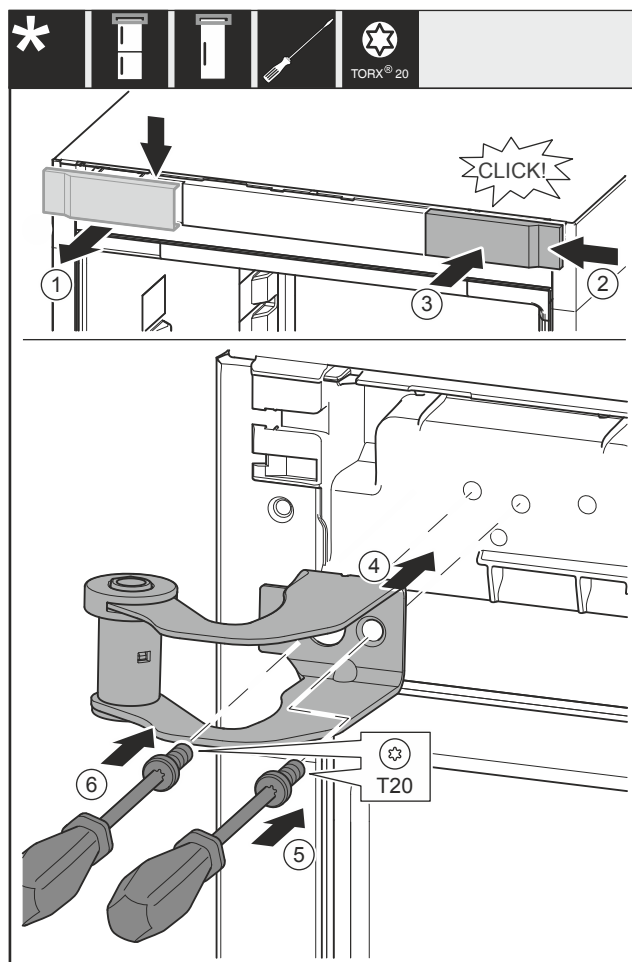

Fig. 31
- ▶ Detașați capacul Fig. 31 (1) de sus spre înainte.
- ▶ Acroșați pe cealaltă parte din dreapta capacul Fig. 31 (2) rotit cu 180°.
- ▶ Fixați capacul Fig. 31 (3) în poziție.
- ▶ Aplicați suportul de lagăr superior Fig. 31 (4).
- ▶ Strângeți ferm șurubul Fig. 31 (5).
- ▶ Strângeți ferm șurubul Fig. 31 (6).